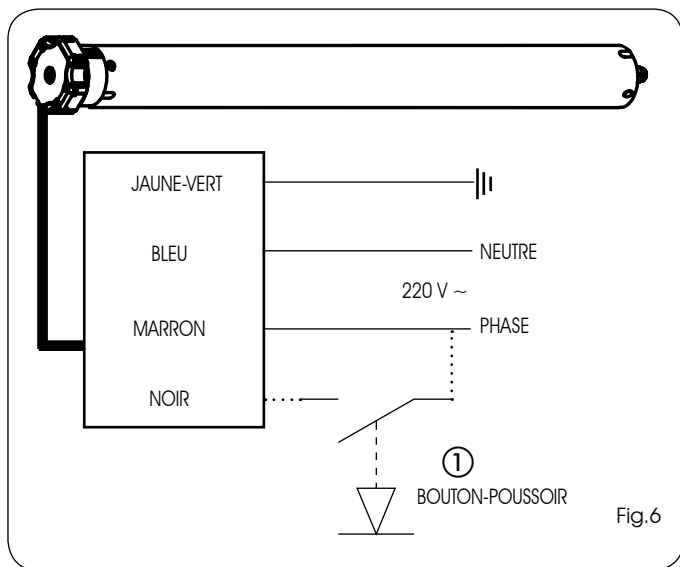

Fig.6
**AUTOMATISME COMMANDÉ À PARTIR DE LA TÉLÉCOMMANDE ET DU BOUTON-POUSSOIR:** Si l'on souhaite utiliser ce type de configuration, connecter le moteur d'après le schéma de la figure 6.